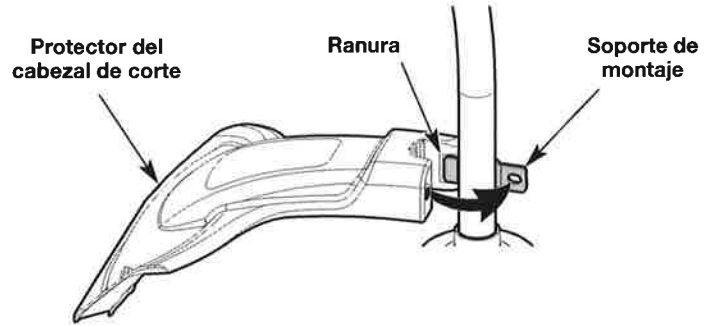

Fig. 1
2. Inserte la lengüeta corta (la que no tiene orificio) en el soporte de montaje dentro de la ranura del protector del cabezal de corte (Fig. 1).
3. Rote el protector del cabezal de corte en el sentido contrario a las agujas del reloj para alinear el orificio del protector del cabezal de corte con el orificio del soporte de montaje (Fig. 1).